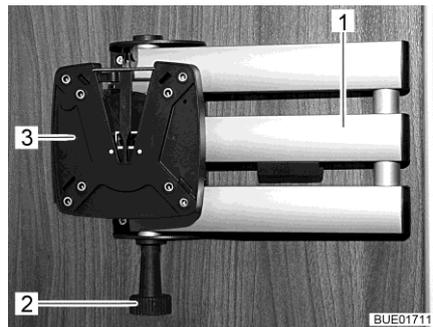

Bild 90 Halterung (zweiteiliger Gelenkarm)
- Entriegelungsknopf (Bild 90,2) ziehen. Der Gelenkarm (Bild 90,1) ist entriegelt.
- Flachbildschirm in die Ausgangslage zurückschwenken, bis die Halterung (Bild 90,3) hörbar in die Verriegelung einrastet.